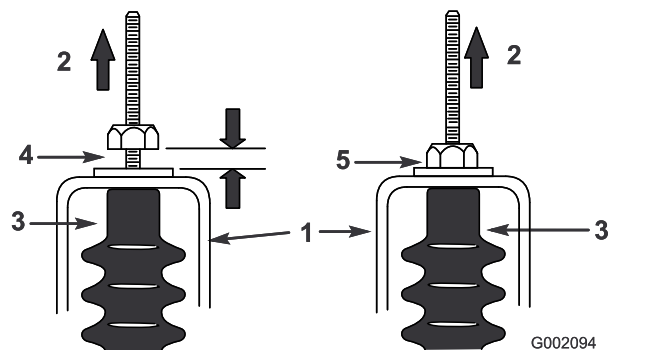

Bild 65
5. Ziehen Sie an jedem Schaltzug, um sicherzustellen, dass der Abstand zwischen der Mutter bzw. Scheibe und der Leerlaufhalterung zwischen 0,76 mm und 1,52 mm liegt (Bild 65).